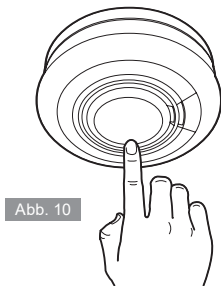

Abb. 10
- Halten Sie an jedem Warnmelder 10 Sekunden lang den Testknopf gedrückt (siehe Abbildung 10), um sicherzustellen, dass er ein akustisches Signal ausgibt. Überprüfen Sie, ob innerhalb dieses Zeitraums auch alle vernetzten Warnmelder ertönen.